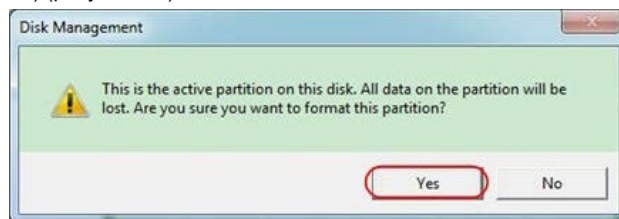

Рисунок 4.3. Диалоговое окно подтверждения команды на форматирование USB-накопителя
- 4) Щелкните правой кнопкой мыши по области, отмеченной красной меткой 1 или 2 и выберите команду «Форматировать» (**Format**). В открывшемся диалоговом окне щелкните по кнопке «Да» (**Yes**) (рисунок 4.3).